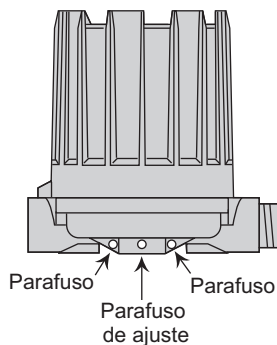

Figura 1
1. Afrouxe o(s) parafuso(s) de ajuste na base do invólucro da chave. Veja a Figura 1.
14. Solte os parafusos de ajuste na base do invólucro da chave. Gire o invólucro da chave para a posição correta e aperte os parafusos de ajuste. Consulte a **Figura 1** na página 5.